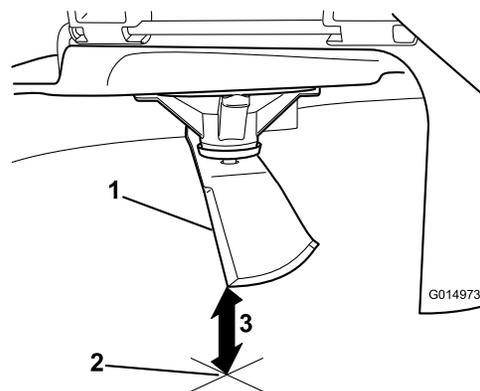

Рисунок 79
5. Измерьте расстояние от конца ножа до плоской поверхности (Рисунок 79).